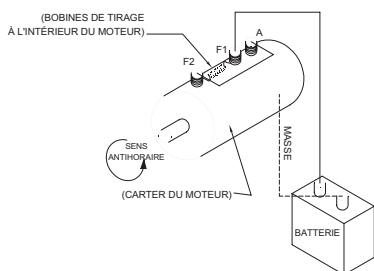

FIGURE 2
2. Reliez la borne positive (+) de la batterie à la borne F-1 du moteur. Mettez la borne négative de la batterie (-) à la masse sur le carter du moteur (cf. figure 2).